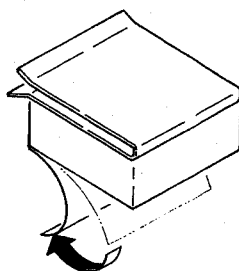

Figura 38
- (10) Extraiga las cubiertas de vinilo en la parte inferior de los accesorios metálicos de equilibrio para descubrir las gomas adhesivas, y coloque el cajón opcional. (Vea la figura 38.)